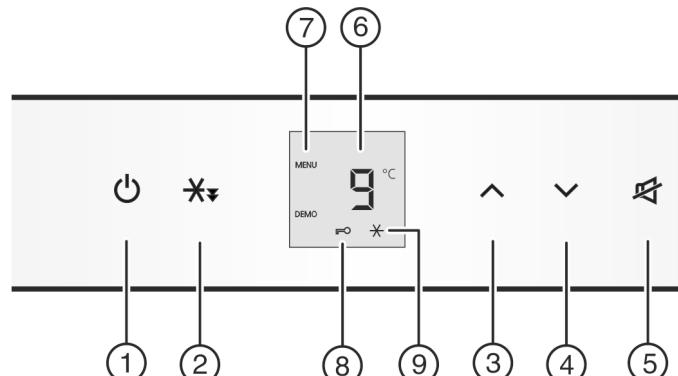

Fig. 2
- Taste On/Off Fig. 2 (1) drücken.
- Einstellmodus aktivieren: Taste Schnellkühlen Fig. 2 (2) ca. 5 s drücken.
- Zum Einschalten der Kindersicherung Taste Schnellkühlen Fig. 2 (2) kurz drücken.
- Das Symbol Kindersicherung Fig. 2 (8) leuchtet. In der Anzeige blinkt **c**.
- Zum Ausschalten der Kindersicherung Taste Schnellkühlen Fig. 2 (2) kurz drücken.
- Das Symbol Kindersicherung Fig. 2 (8) erlischt. In der Anzeige blinkt **c**.
- Einstellmodus deaktivieren: Taste On/Off Fig. 2 (1) drücken.
- Taste Alarm Fig. 2 (5) drücken.
- Temperatur wärmer einstellen: Einstelltaste Up Fig. 2 (3) drücken.
- Temperatur kälter einstellen: Einstelltaste Down Fig. 2 (4) drücken.
- Taste Schnellkühlen Fig. 2 (2) kurz drücken.
- Das Symbol Schnellkühlen Fig. 2 (9) leuchtet in der Anzeige.
- Das Symbol Schnellkühlen Fig. 2 (9) erlischt in der Anzeige.